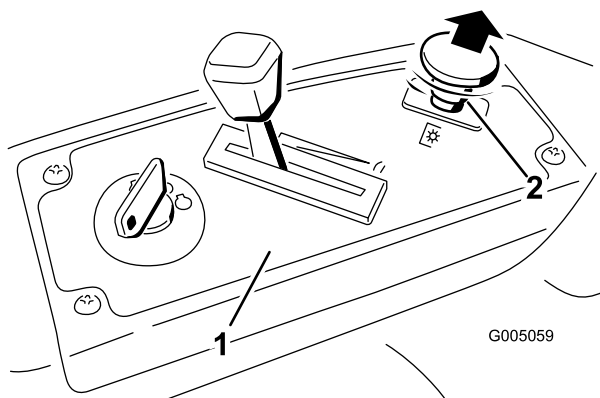

Figura 13
3. Tire hacia arriba del mando de control de las cuchillas para desplazarlo a la posición de Engranado y engranar las cuchillas (Figura 13).